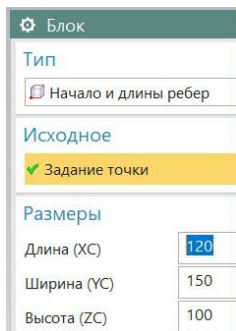

рис.2
- Построение БЭФов сопровождается появлением соответствующих диалоговых окон. Например, для построения параллелепипеда (*блока*) система высвечивает диалоговое окно рис.2. Как видите, в первую очередь в этом окне нужно указать: